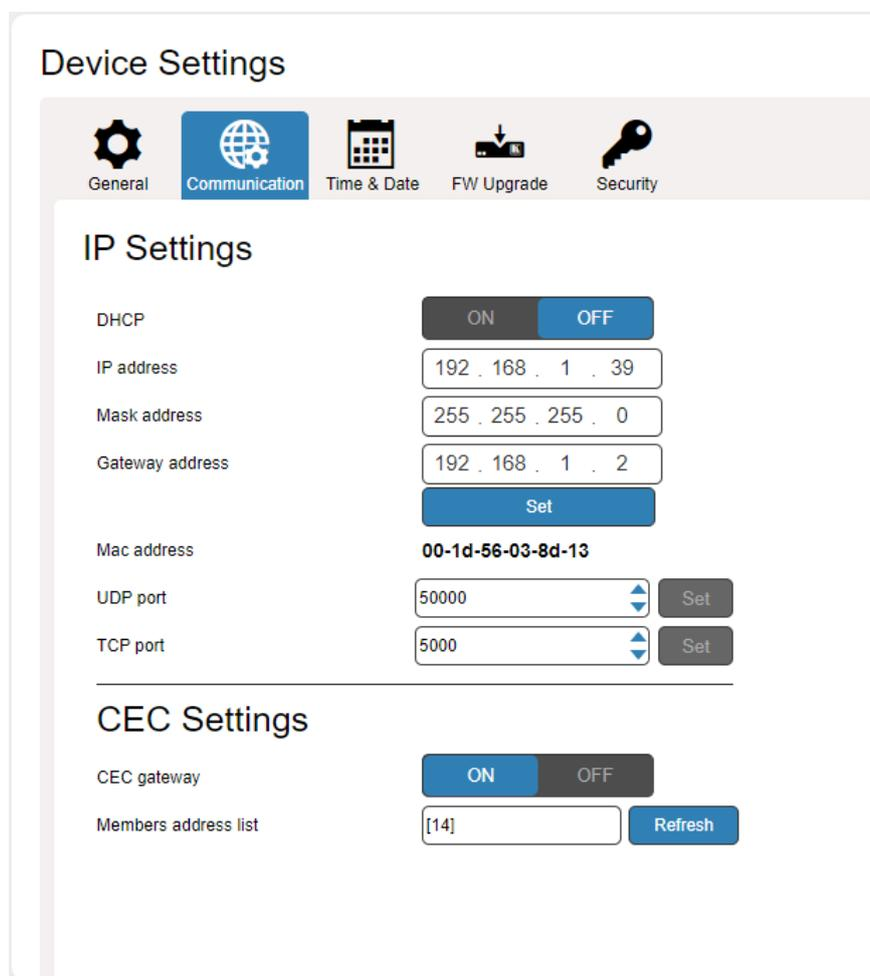

Рис. 22. Страница Device Settings (Настройки устройства) — Закладка Communication (Связь).
1. Кликните Device Settings (Настройки устройства) в списке навигации (см. рисунок 22).